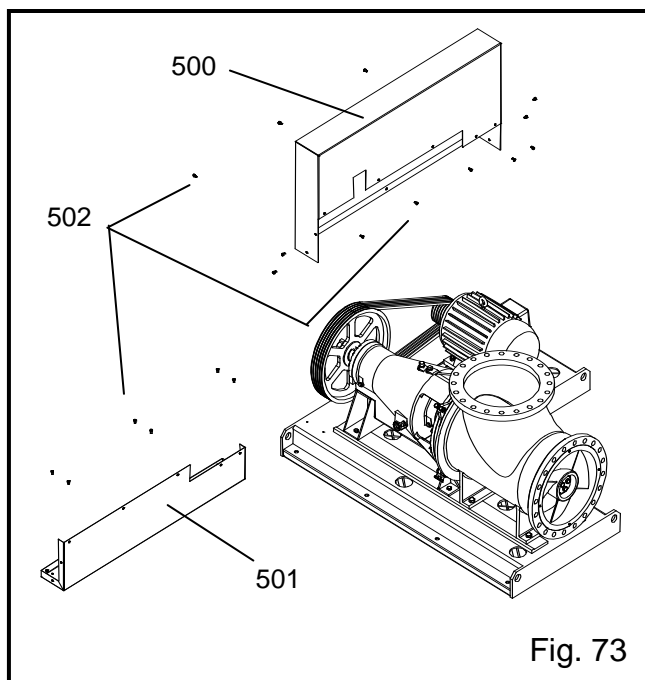

Fig. 73
23. Serrer le socle du protecteur (501) sur le socle secondaire à l'aide des vis (502). Poser le couvercle de protecteur (500) à l'aide des vis (502), voir Fig. 73.